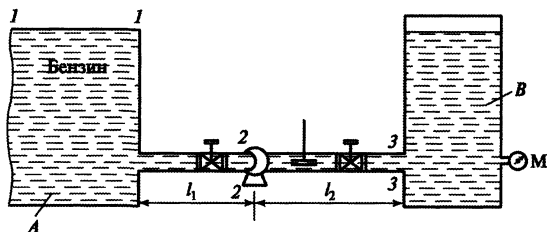

Рисунок 1
8. Центробежный насос транспортирует бензин из резервуара А в резервуар В (см.рис.1). Уровень бензина в резервуаре Н= 20 м. Исходные данные: расход бензина ( $Q = 6 \cdot 10^{-3}$  м3/с, диаметр трубопровода  $d = 0,05$  м;  $\rho = 810$  кг/м3;  $\nu = 2,7 \cdot 10^{-6}$  м2/с. Коэффициенты потери напора на местных сопротивлениях: входа  $\xi_{вх} = 0,5$ ; крана  $\xi_{кр} = 0,15$ ; задвижки  $\xi = 2$ ; выхода  $\xi_{вых} = 1$ ;  $l_1 = 6$  м;  $l_2 = 11$  м.